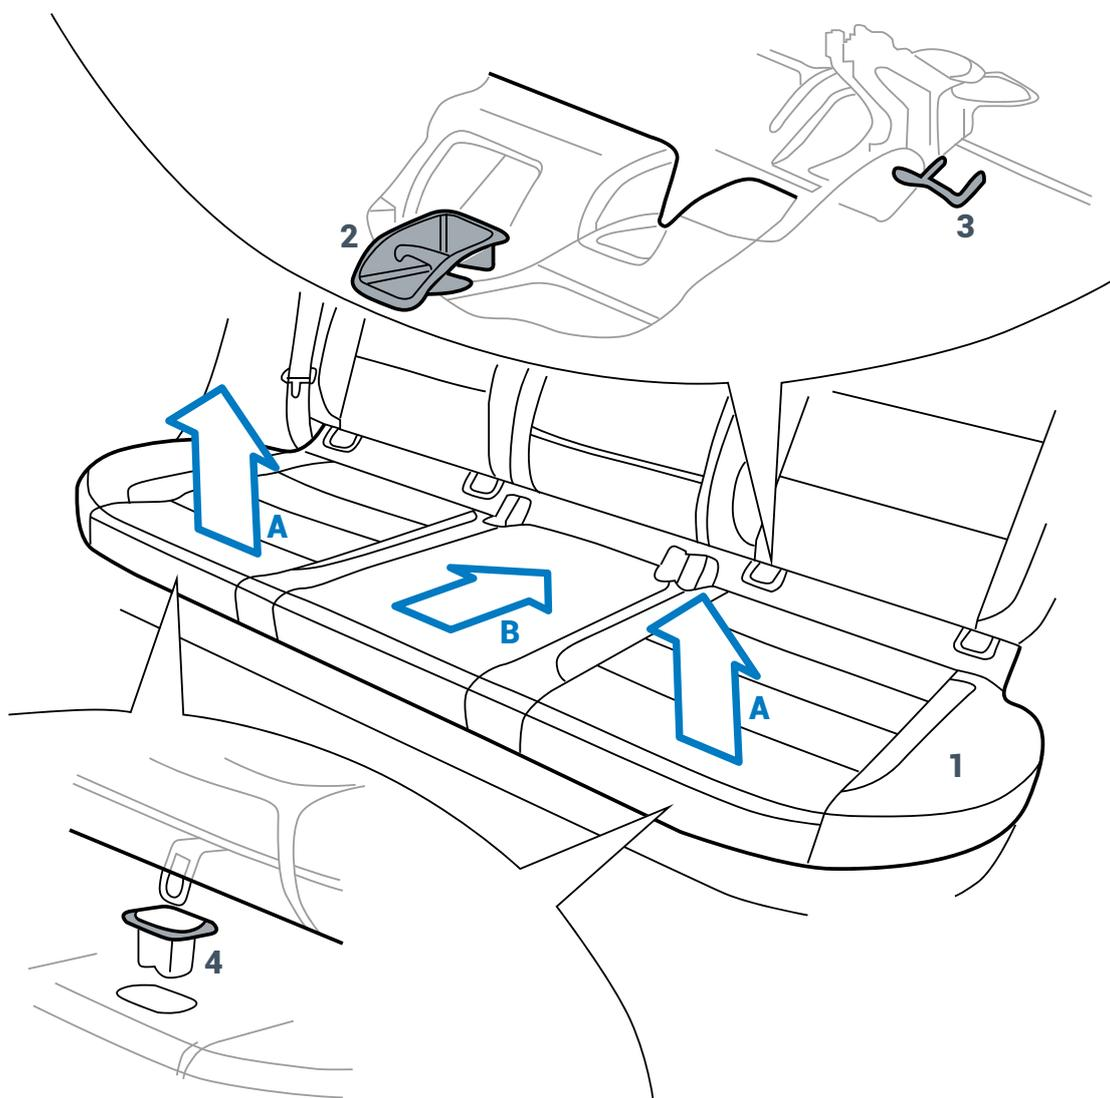

Fig. 3
6.1 Rimozione della seduta posteriore (Fig. 3 punto 1)
6.1.1 Sganciare le quattro cover in plastica degli ancoraggi Isofix dal sedile posteriore (Fig. 3 punto 2 / 3).
6.1.2 Sollevare la parte anteriore della seduta (Fig. 3 freccia A) per sbloccarla dai 2 fermi (Fig. 3 punto 4).